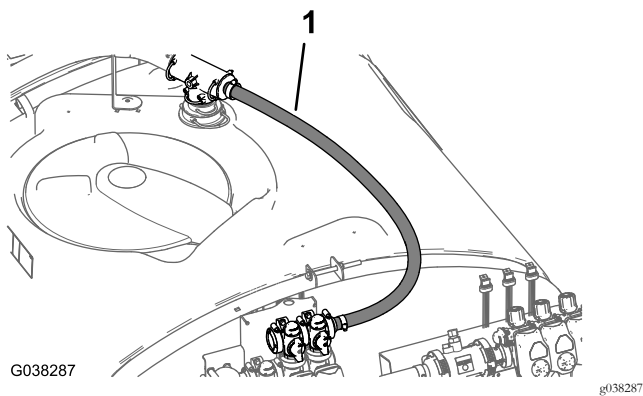

Рисунок 69
3. Проложите перепускной шланг к перепускному клапану, расположенному над главным распылительным клапаном, как показано на Рисунок 69.
5. Прикрепите прямой штуцер типа «елочка» к перепускному клапану (Рисунок 69) с помощью фланцевого хомута размером от 40 до 64 мм.